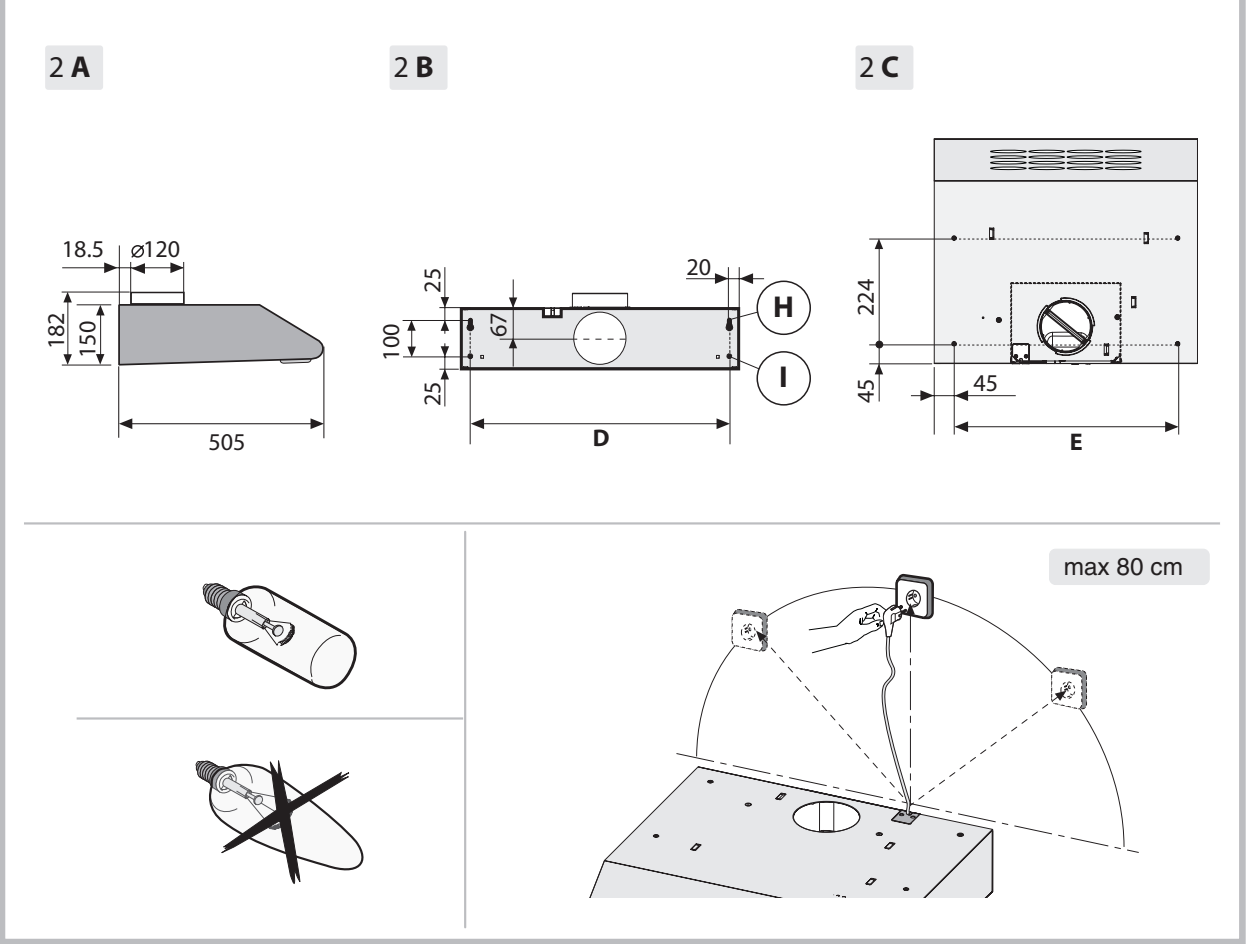

Fig.2
1. Монтаж колпака в нижней части навесного шкафа (Рис.2)
2. Монтаж колпака на стене (Рис.2).
- Подвесьте колпак на стене, используя 2 отверстия **H**, выровняйте его в горизонтальном положении и закрепите окончательно к стене, используя два защитных нижних отверстия **I** (Рис.2В).